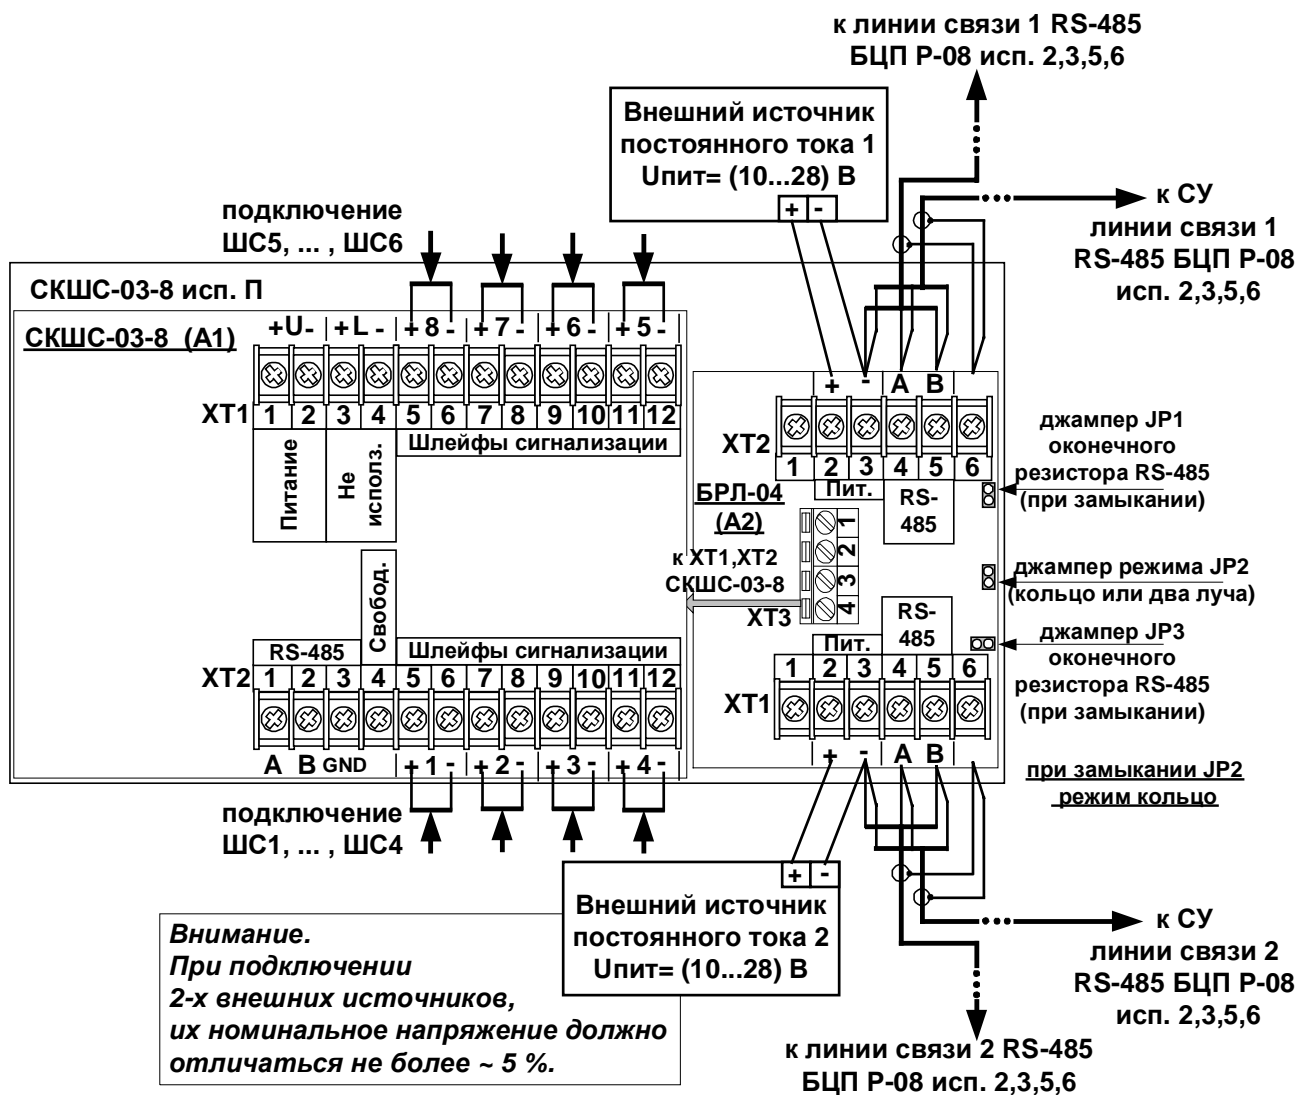
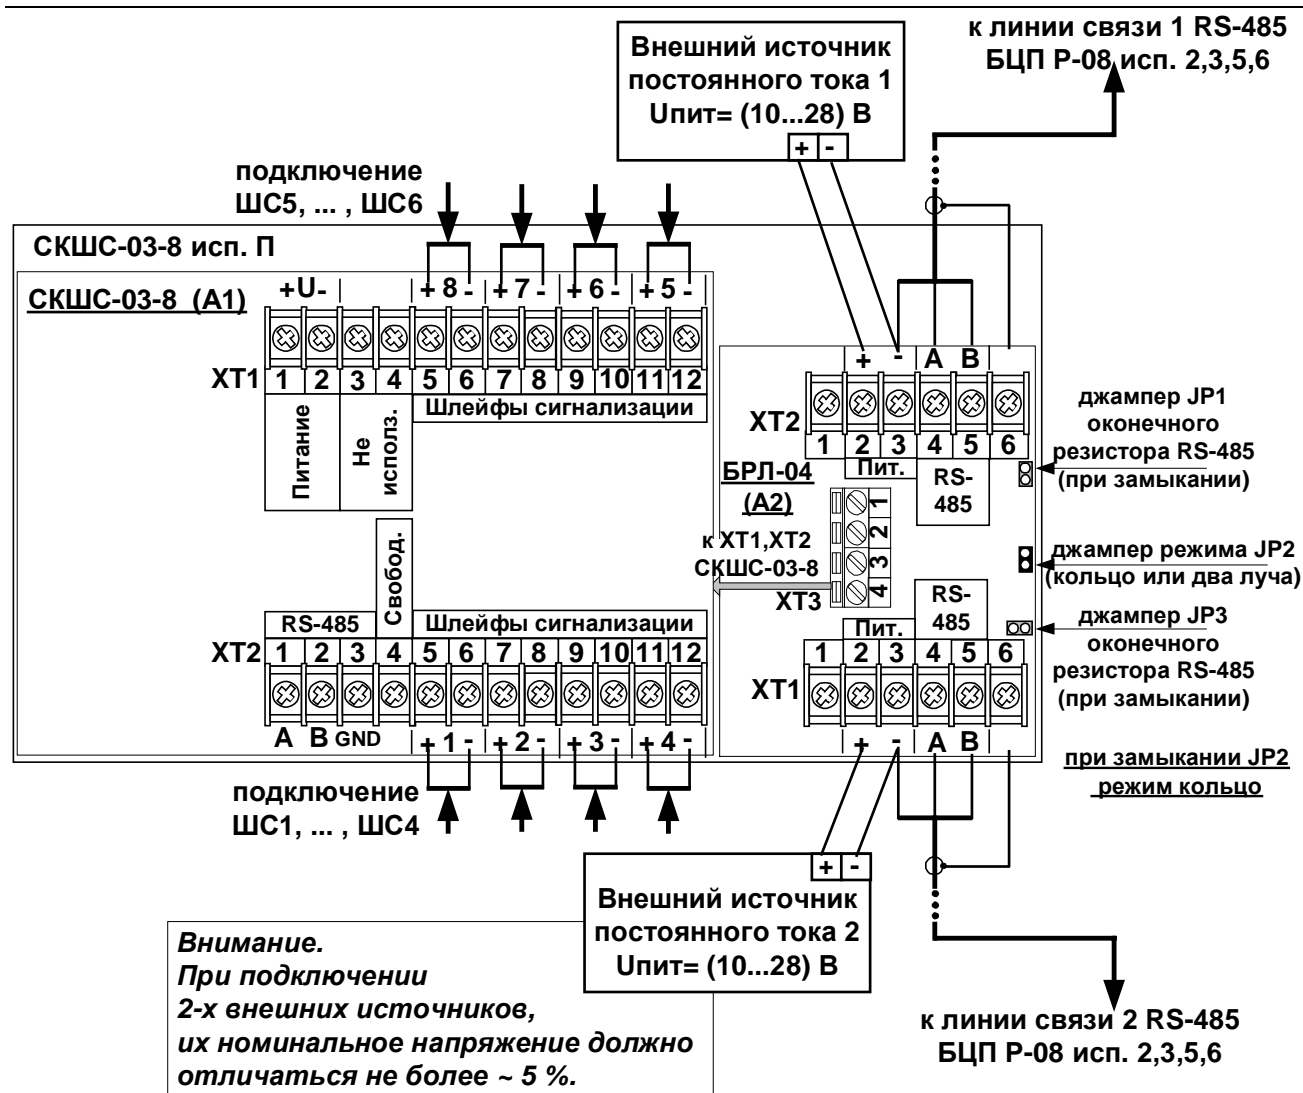
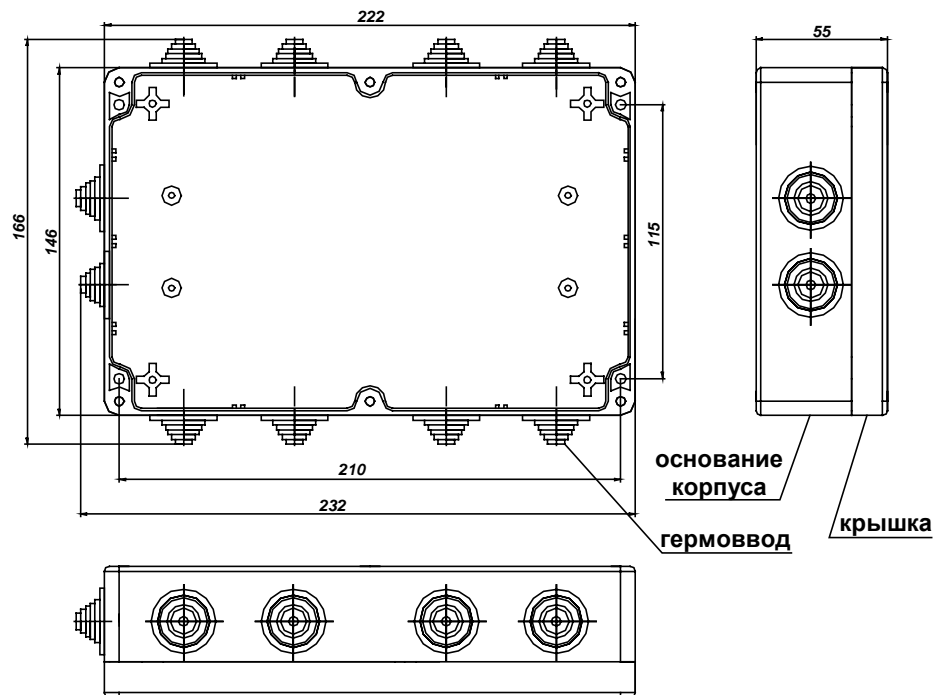
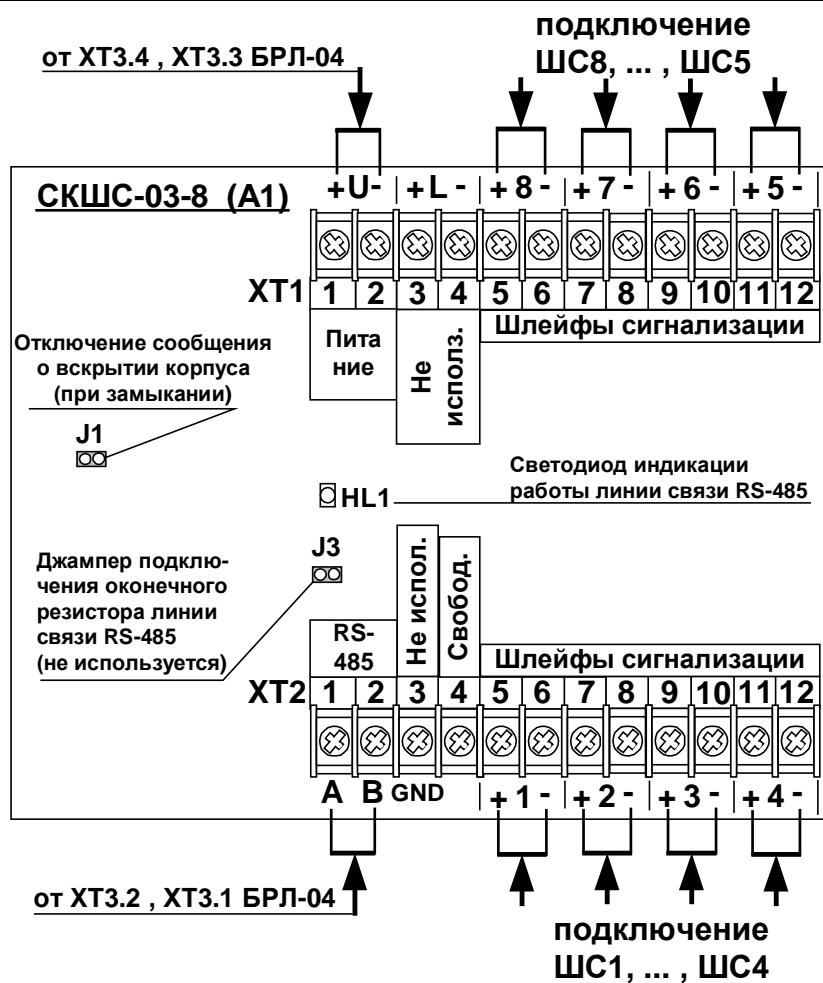

Рис. 1 Применение (подключение) СКШС-03-8 П в режиме двух параллельных линиях связи RS-485 (два луча)
Рис. 2 Применение (подключение) СКШС-03-8 П в режиме кольца линий связи RS-485
Рис. 7 Внешний вид, габаритные и присоединительные размеры
Рис. 8 Подключение модуля СКШС-03-8(A1)
1.3 СКШС-03-8 П реализует защиту от единичной неисправности линии связи с БЦП в соответствии с СП484.1311500.2020. Подключение возможно в режиме кольца (Рис. 2) или двумя параллельными линиями связи (Рис. 1).
СКШС-03-8 П состоит из двух модулей СКШС-03-8(А1) и БРЛ-04(А2) см. Рис. 1, Рис. 2, Рис. 8, размещенных в пластиковом корпусе Рис. 7.
Внешний вид и габаритные размеры представлены на Рис. 7 .
5.2. Подключение СКШС-03-8 П к линиям связи с БЦП, источникам питания осуществляется через клеммные колодки, установленные на плате модуля БРЛ-04 Рис. 1 или Рис. 2.
5.3. Подключение к ШС – через клеммные колодки ХТ1 и ХТ2 Рис. 8.